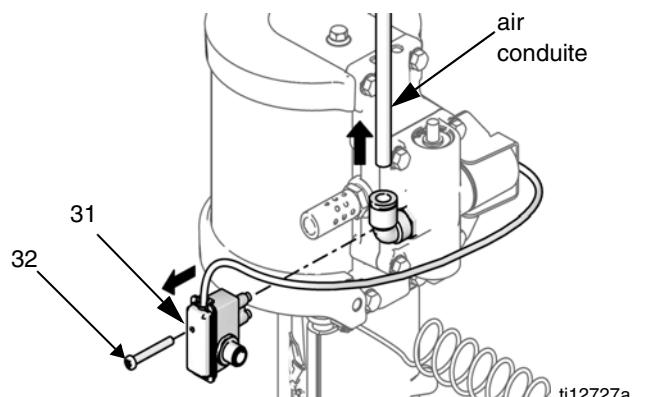

FIG. 3 : Dépose de l'ensemble de commutateur à lames & de la conduite d'air
1. Pour moteurs avec DataTrak : retirez une vis pour déconnecter le commutateur à lames de la vanne d'air. Consultez la FIG. 3, page 9.
2. Utilisez une clé à douille de 10mm pour retirer les quatre vis (18). Retirez la vanne d'air (17) et le joint (16*◆).
4. Retirez les quatre vis (18) puis le collecteur (15*) et les deux joints (14*).
5. Utilisez une clé à douille de 10mm pour retirer les vannes de commande (19) des capots supérieur et inférieur.